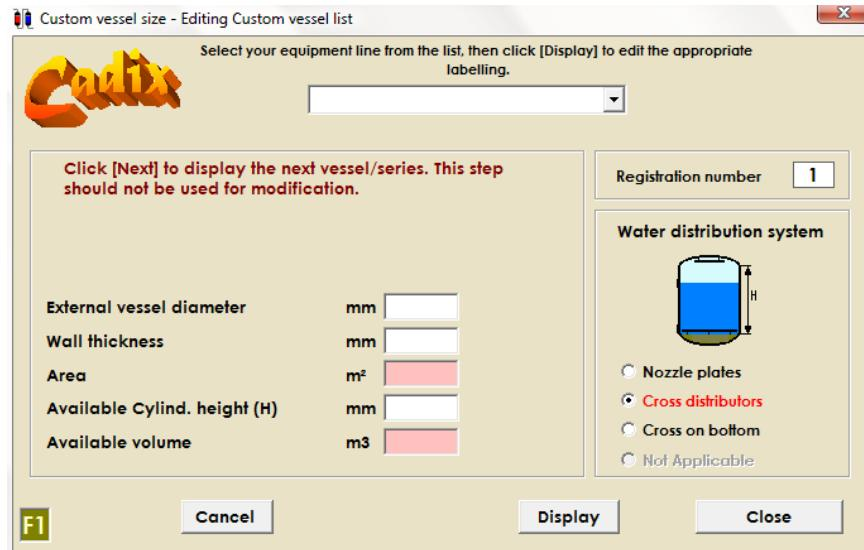

Figura 5.41: Ventana para editar las medidas del recipiente
- “Edit vessel dimensions”: Esta es la segunda opción de la herramienta “Custom vessel list” y sirve para editar las dimensiones del recipiente. Funciona exactamente igual que la opción anterior pero para un único recipiente y sin marcar la opción de cambiar el volumen de la resina (figura 5.41). La diferencia con la opción anterior es que para acceder a la información de los cuadros a llenar en vez de clicar “Start” hay que darle a “Display”, el resto funciona igual.
- **“Modify vessel dimensions”**: La tercera opción es modificar las dimensiones del recipiente. Al igual que el apartado anterior (figura 5.41), aunque se debe seleccionar en el cuadro de arriba una lista de recipientes ya creada y modificar los valores que se desee que estén dentro de los cuadros blancos.